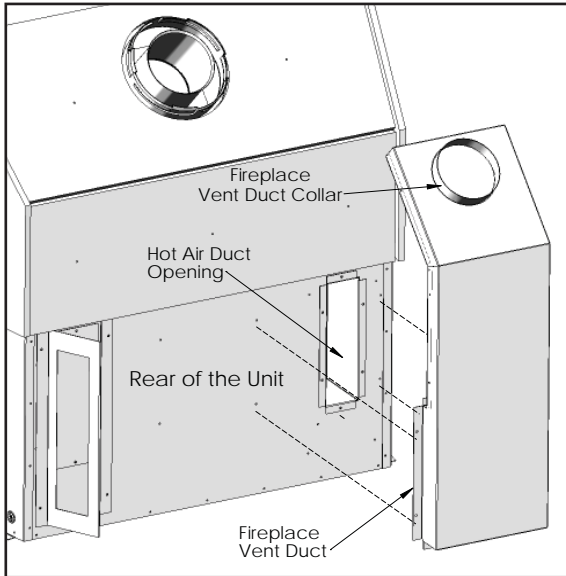

Figure 4: Installation de l'ensemble du conduit de ventilation.
3. Couvrez l'ouverture du conduit d'air chaud avec le conduit de ventilation du foyer (référez-vous à la figure 4). Poussez l'ensemble du conduit de ventilation contre l'arrière du foyer et fixez-le en place avec cinq (5) vis auto perçante ¼" HWH.